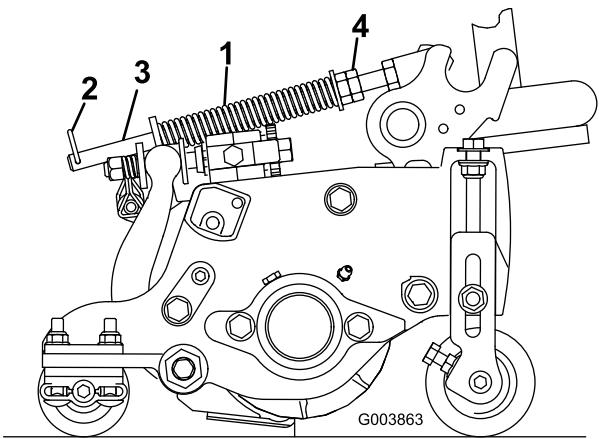

Рисунок 14
Пружина коррекции внешнего вида грунта (Рисунок 14) переносит вес с переднего на задний каток. Это препятствует образованию на грунте волнобразных неровностей (так называемые «волны» или «гряски»).
1. Убедитесь в том, что шплинт вставлен в заднее отверстие штока пружины (Рисунок 14).
2. Затяните шестигранные гайки в передней части штока пружины так, чтобы длина сжатой пружины была равна 12,7 см на Reelmaster 5410 (с 5-дюймовыми режущими блоками), или 15,9 см на Reelmaster 5510 (с 7-дюймовыми режущими блоками); см. Рисунок 14.